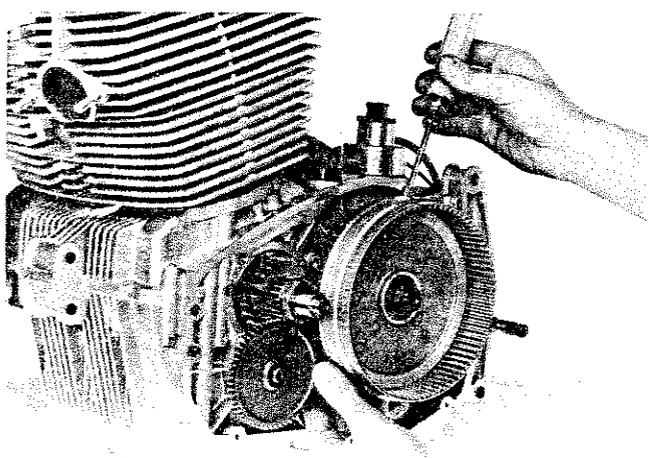

Fig. 116
- 13) Facendo leggermente leva con un cacciavite, si smonta la campana della frizione, solidale con la corona della trasmissione primaria e con il cuscinetto a rullini (Fig. 116).
- 13) Remove the clutch drum, levering it off with a screwdriver; the clutch drum comes out as an assembly with the primary drive gear and the roller bearing (Fig. 116).